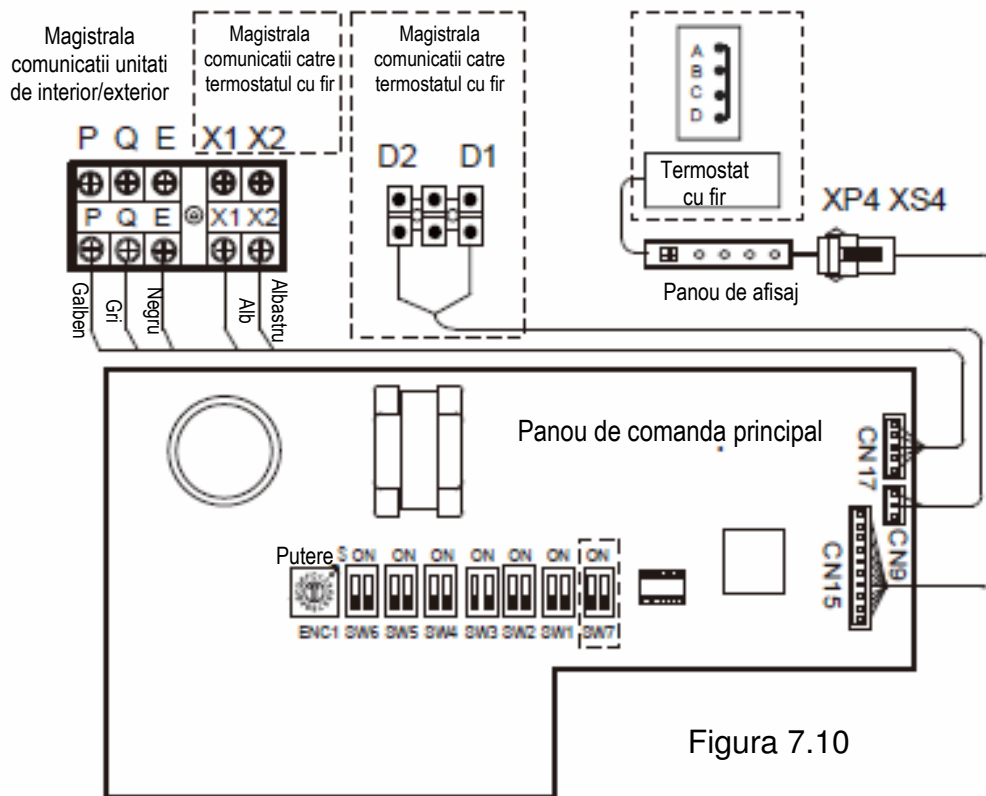

Figura 7.10
- Porturile X1/X2, D1/D2 de pe laturile placii de comanda principale si portul de comunicare unidirectional (partea panoului de afisaj) sunt pentru diferite tipuri de termostate cu fir (a se vedea figura 7.10).